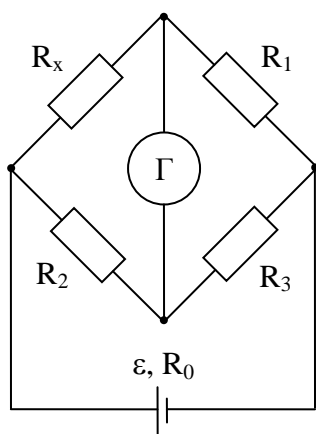

Рис. 5.
19. Определить значение сопротивления резистора R_x , включенного в плечо моста (рис. 5), если в уравновешенном состоянии сопротивления других плеч моста составляют: $R_1 = 100 \text{ Ом}$, $R_2 = 524 \text{ Ом}$, $R_3 = 2000 \text{ Ом}$.